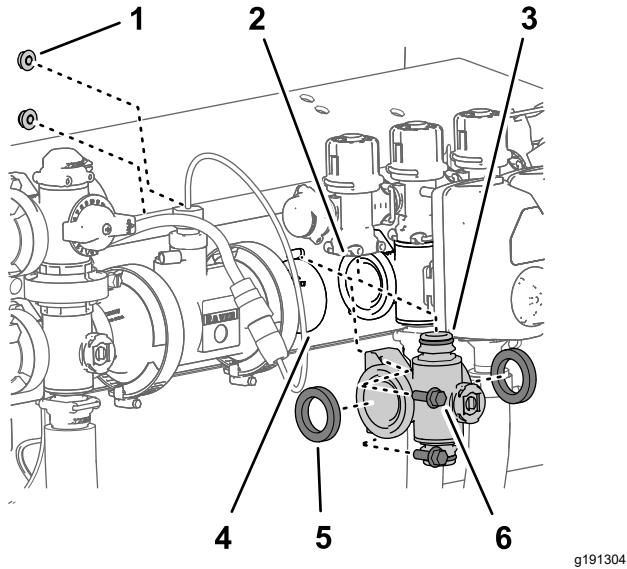

Рисунок 118
4. На коллекторах клапанов левой и правой секции выверните 2 болта с фланцем (1/4 x 3/4 дюйма) и 2 фланцевые контргайки (1/4 дюйма), которые крепят коллектор клапана секции к опоре клапана (Рисунок 118).
5. Чтобы освободить доступ к перепускному клапану секции, переместите коллектор клапана секции и прокладки вниз и в сторону от машины (Рисунок 118).